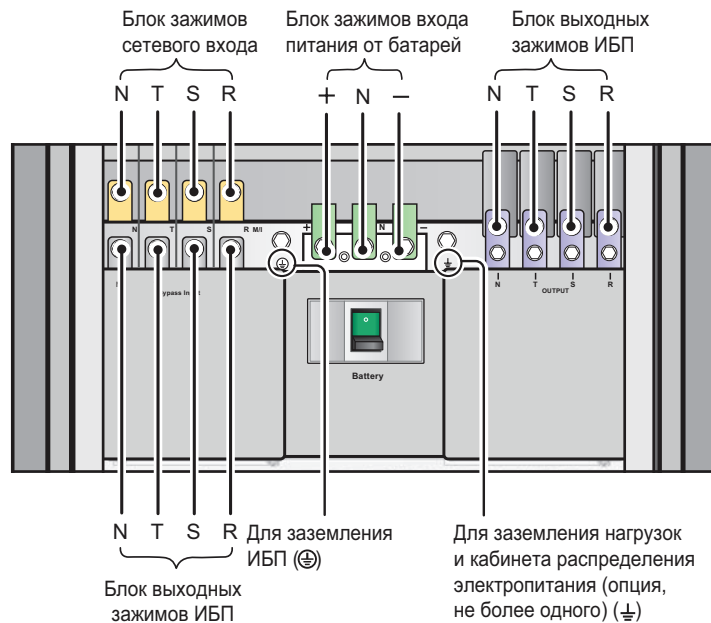

Рис. 5-8. Схема подключения в конфигурации с двумя входами (одиночный ИБП)
3. Подключите к блоку зажимов ИБП электросеть переменного тока (к сетевому входу) и резервный источник питания переменного тока (к входу байпаса), нагрузку, кабинет распределения электропитания и внешний батарейный кабинет. См. **Рис. 5-8**. Следуйте указаниям Руководства по эксплуатации PDC относительно монтажа, подключения, вентиляции и работы с этим устройством. В автономном режиме необходимо использовать либо внешний батарейный кабинет (не более четырёх), либо батарейный модуль (опция, не более четырёх). Одновременное использование батарейных кабинетов и батарейных модулей запрещается! Подключать ИБП одновременно к PDC и непосредственно к нагрузкам запрещается. Более подробная информация изложена в разделах **5.6 Внешний батарейный кабинет** и **5.7 Батарейный модуль**.
4. Нейтральный проводник источника переменного тока, подключённого к входу байпаса, подключите к зажиму нуля (N) сетевого входа.
3. Подключите к блоку зажимов ИБП электросеть переменного тока (к сетевому входу) и резервный источник питания переменного тока (к входу байпаса), нагрузку, кабинет распределения электропитания и внешний батарейный кабинет. См. **Рис. 5-8** и **Рис. 5-10**. Следуйте указаниям Руководства по эксплуатации PDC относительно монтажа, подключения, вентиляции и работы с этим устройством. В автономном режиме используется либо внешний батарейный кабинет (не более четырех), либо опциональный батарейный